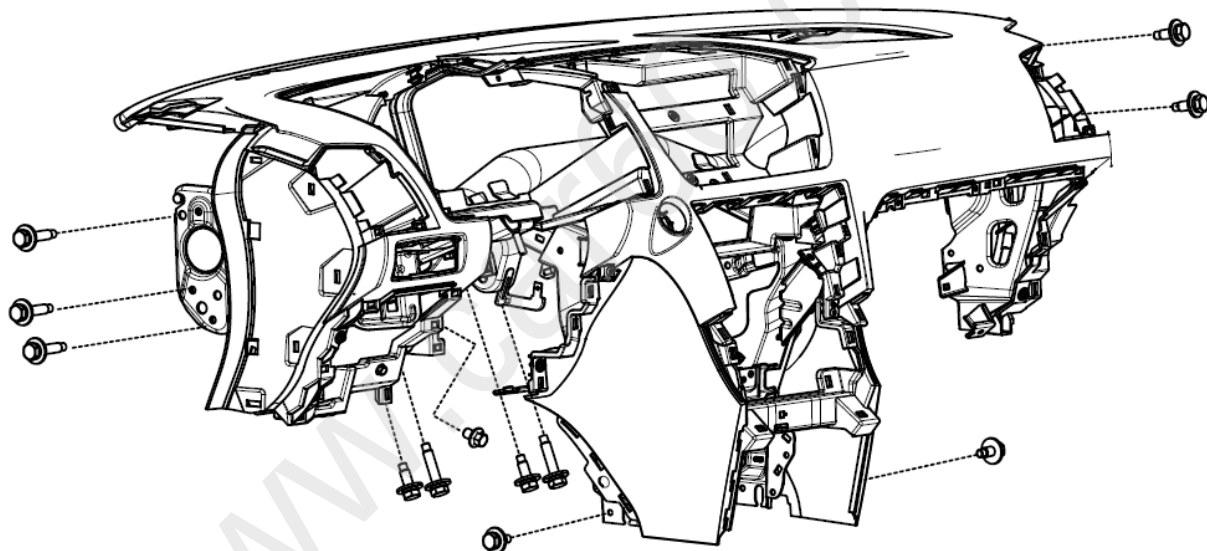

图 1.21.1 仪表板总成（含管梁）安装点示意
(2)用 13#套筒卸下图 1.21.1 所示十三个安装螺栓，然后从车上拍下仪表板总成（含管梁）。
将仪表板本体总成（含管梁）整体抬上车身，用 13#套筒将图 1.21.1 所示螺栓拧紧